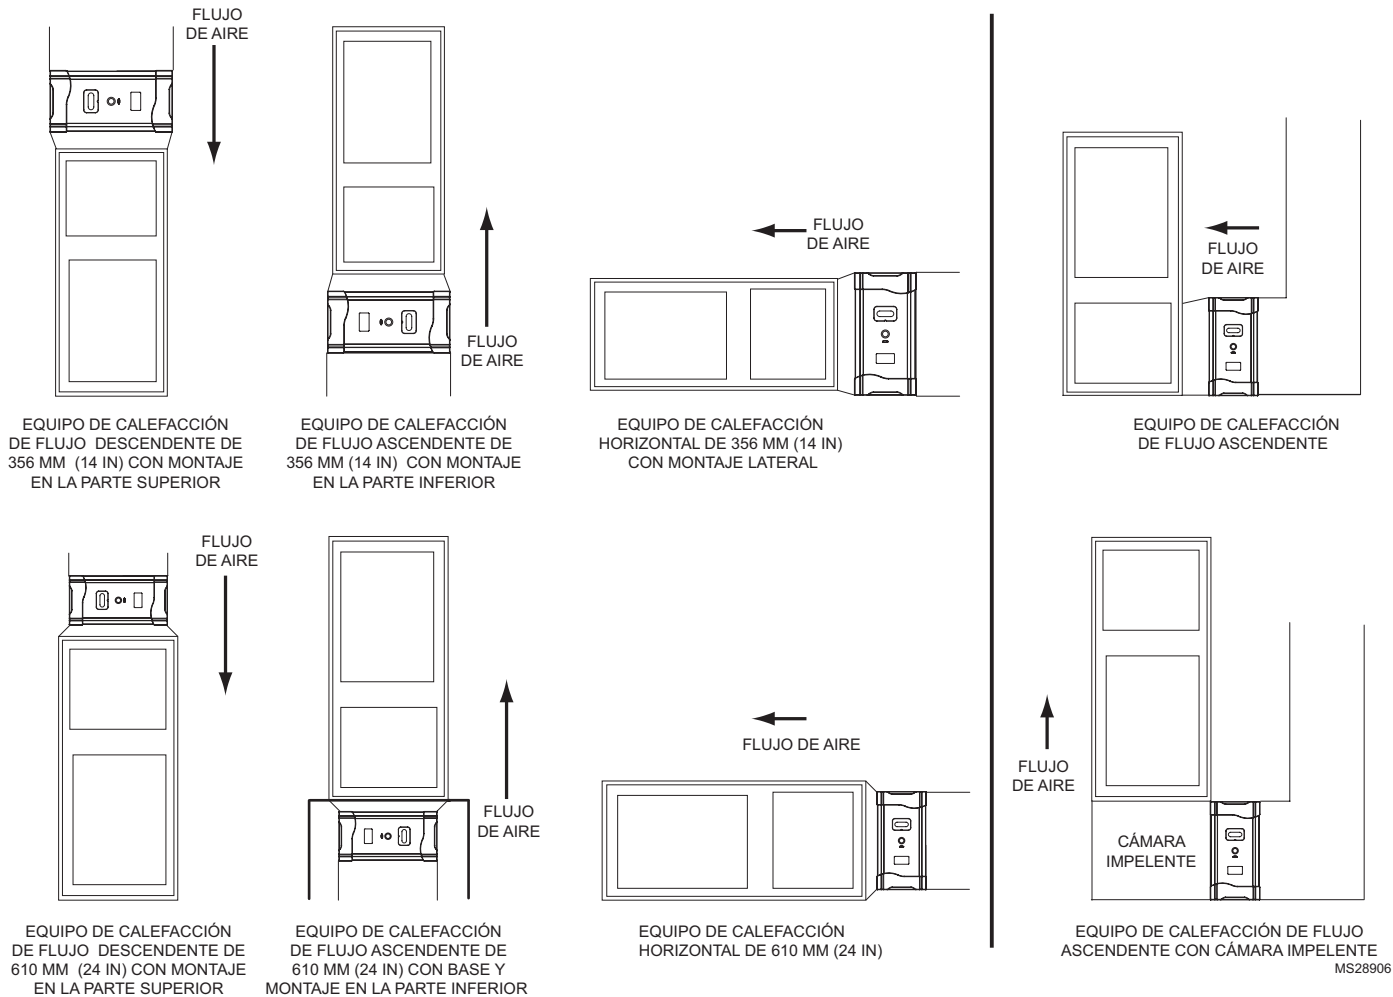
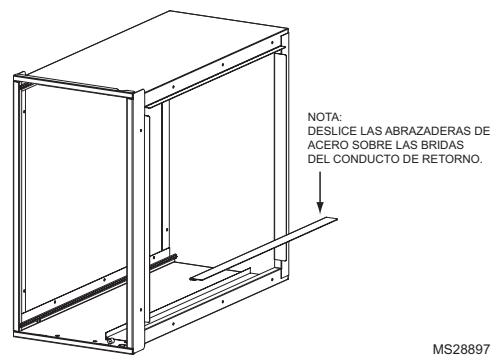

Fig. 8. Orientación del gabinete para los modelos FH8000F con transición.
Fig. 10. Uso de los adaptadores para el conducto de retorno.
- d. Coloque el gabinete entre el equipo de calefacción y el conducto de aire de retorno (ver Fig. 7 en la página 10, Fig. 8 en la página 11, Figura 9 y Fig. 10 en la página 13). Es posible que necesite un conducto de transición.
- f. Se incluyen adaptadores para el conducto de aire de retorno, para mayor conveniencia del instalador. Deberán utilizarse para conectar el lateral superior del gabinete del limpiador de aire mejorado Honeywell al conducto de aire de retorno (ver Fig. 10).